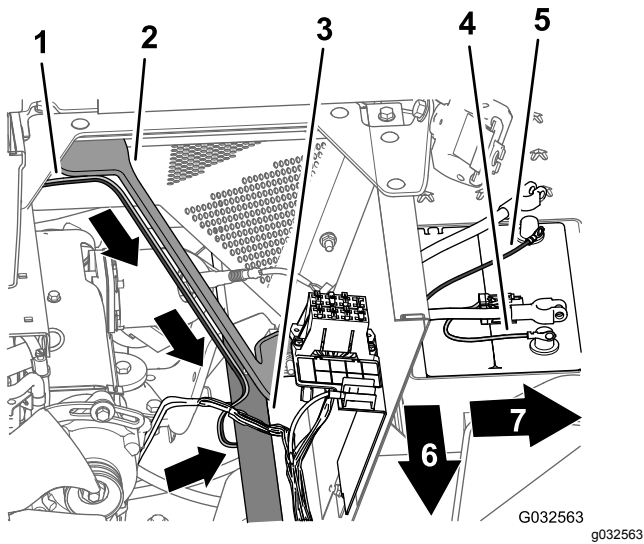

Figura 111
3. Enrute la rama de 165 cm del arnés de cables hacia abajo por el soporte izquierdo de la cubierta del motor y por debajo del larguero izquierdo del bastidor (Figura 111).
4. Enrute el fusible de 50 A y los terminales de anillo positivo y negativo de la rama de 165 cm del arnés de cables a la parte superior de la batería (Figura 111).